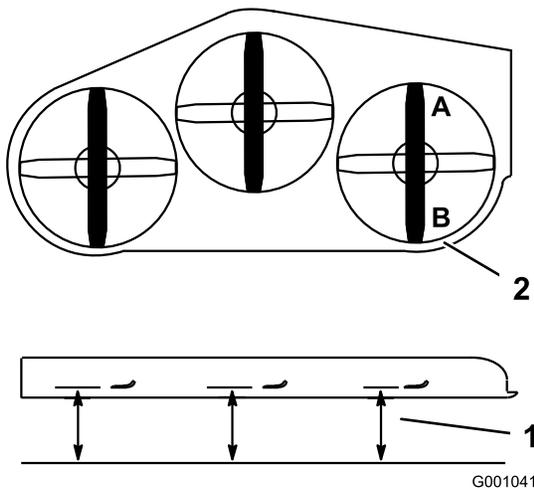

Bild 106
1. Stellen Sie das **rechte** Schnittmesser in Längsrichtung (Bild 106).
2. Messen Sie das rechte Messer an der Stelle **A** von einer ebenen Oberfläche bis zur Schnittkante der Messer (**Bild 106**).
4. Messen Sie das rechte Messer an der Stelle **B** von einer ebenen Oberfläche bis zur Schnittkante der Messer (**Bild 106**).
6. Das Schnittmesser sollte an Stelle **A** 6 mm bis 10 mm niedriger sein als an Stelle **B** (**Bild 106**). Sollte die Einstellung nicht richtig sein, machen Sie mit den folgenden Schritten weiter.